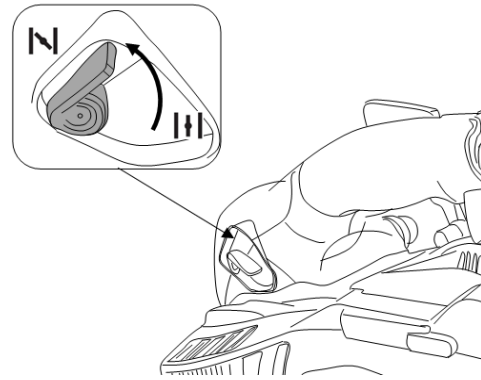

Abb. 14
3) Stellen Sie den Luftregler auf „CHOKE“ (I) (Abb. 14).
Wenn der Motor vorgewärmt ist, bringen Sie den Schalter „I“ in die obere Stellung (Abb. 14).